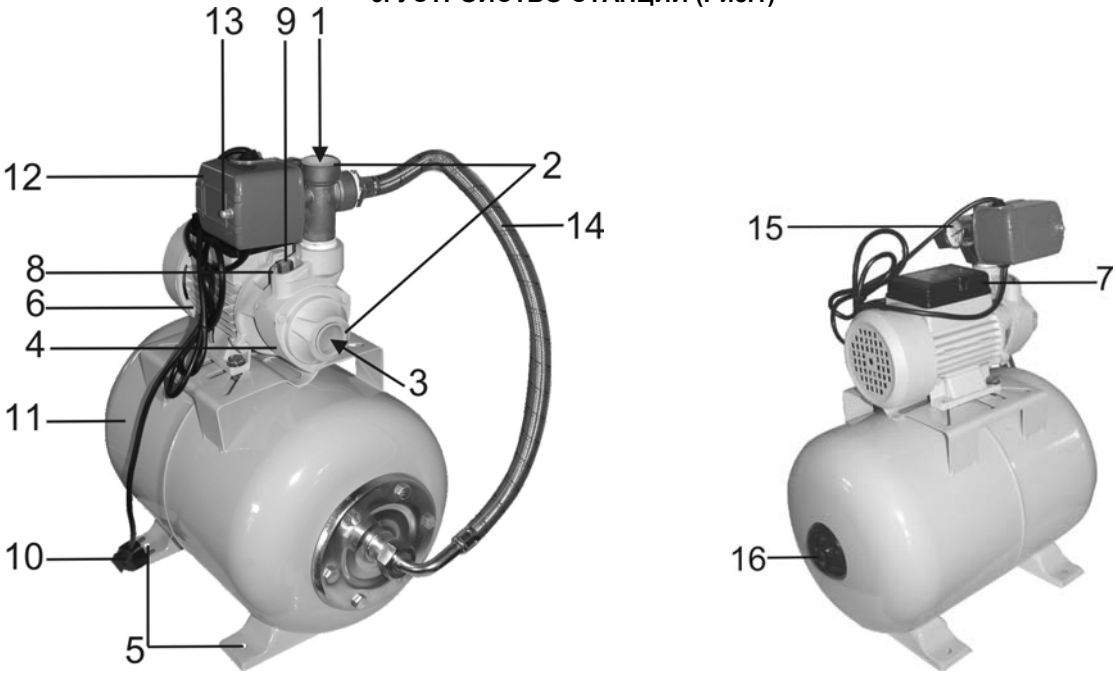
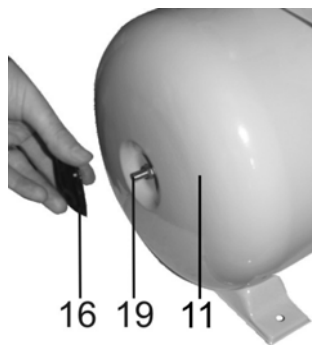

Рис.1
Рис.3
6. УСТРОЙСТВО СТАНЦИИ (Рис.1)
7.4. Извлечь заглушки 2 (Рис.1)
7.5. В отверстия нагнетательного и всасывающего патрубка 1 и 3 (Рис.1), соответственно, установить штуцера или другие соединительные элементы трубопроводной системы (не комплектуются), обеспечив герметичность соединения.
8.1. Принцип работы (Рис.1)
После включения насосной станции вода заполняет систему от обратного клапана до потребителя. После прекращения отбора воды потребителями давление воды в системе растет до верхнего предела настройки реле давления 12. Реле давления 12 выключает насос. При открытии потребителем крана, вода поступает из расширительного бака 11 под давлением. По мере расхода воды давление в системе падает до нижнего предела настройки реле давления 12, после чего реле давления 12 вновь включает насос. Вода поступает к потребителю и в расширительный бак 11. При повышении давления в системе реле давления 12 снова выключает насос. Пока есть расход воды из системы, циклы включения и выключения повторяются. Расширительный бак 11 служит для аккумуляции воды под давлением и сглаживания гидроударов. Он состоит из стального резервуара со сменной резиновой мембраной и имеет пневмоклапан 19 (Рис.3) для закачивания сжатого воздуха.
8.2.1. С помощью обычного автомобильного манометра (не комплектуется) убедитесь, что в расширительный бак 11 закачан воздух под давлением 1,5 атм. (Рис.3). Если давление меньше, снимите крышку 16 и через пневмоклапан 19 закачайте воздух в расширительный бак 11 обычным автомобильным насосом (не комплектуется) (Рис.3). При транспортировке насосной станции, заводские настройки реле давления 12 (Рис.1) могут сбиться, поэтому нужно учесть что давление, закаченного воздуха в баке 11 (Рис.1) должно быть на 0,1 атм. ниже, чем давление включения насоса. Это необходимо для максимально эффективной работы расширительного бака 11 (Рис.1).
8.2.3. Через заливную полость 8 (Рис.1) заполните насос водой. Для этого необходимо открутить болт 9 (Рис.1).
8.2.4. После заполнения насоса водой герметично закрутите болт 9 (Рис.1).
8.3.4. Исклучите попадание воды на двигатель 6 и на клемную коробку 7 (Рис.1).
8.4.1. Отключите шнур питания 10 (Рис.1) от источника электрического тока
8.4.2. Открутите гайку 13 и снимите крышку реле давления 12 (Рис.1).
8.4.4. Закрепите крышку реле давления 12 гайкой 13 (Рис. 1).
8.4.5. Включите станцию и ориентируясь на показания манометра 15 проверьте правильность регулировки (Рис.1).
9.4. Ежемесячно проверяйте давление воздуха в расширительном баке 11 (Рис.1) (см.п.8.2.1).